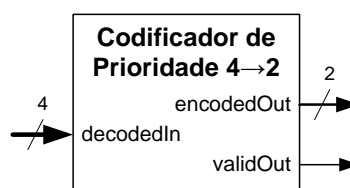

Figura 12 – Interface de codificador de prioridade.
1. Construa no seu *log book* a tabela de verdade de um codificador de prioridade 4→2 com indicação de saída válida. A interface deste componente é apresentada na Figura 12.